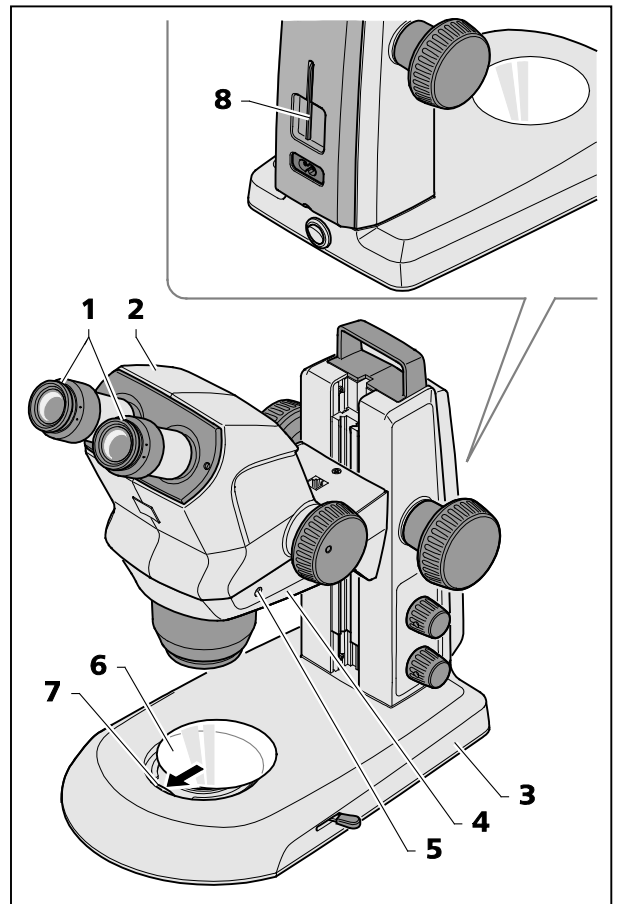

图 6 安装立体显微镜
- 将镜臂(图 6/3)放在平整、固定的表面。
- Stemi 508 主机(图 6/2)安装好前, 要始终将其插入 Stemi 托架(图 6/4)、调整好并用夹紧螺栓(图 6/5)固定。
对应的内六角扳手(图 6/8)位于仪器背面的支架内。
- 安装两个目镜(图 6/1)前, 要始终将其插入目镜支架并卡住。
- 将玻璃托盘或 S/W 塑料托盘(图 6/6)放在镜臂脚的容纳口处。同时按下玻璃托盘或 S/W 塑料托盘(图 6/7)弹簧并卡住。